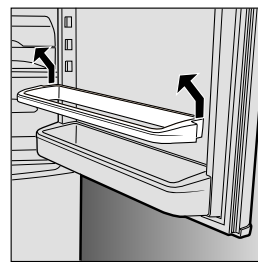

Рис. 2
- Ограничитель (деталь **I**) выполнен съемным; можно установить его при желании на любую другую дверную полку (Рис. 2).